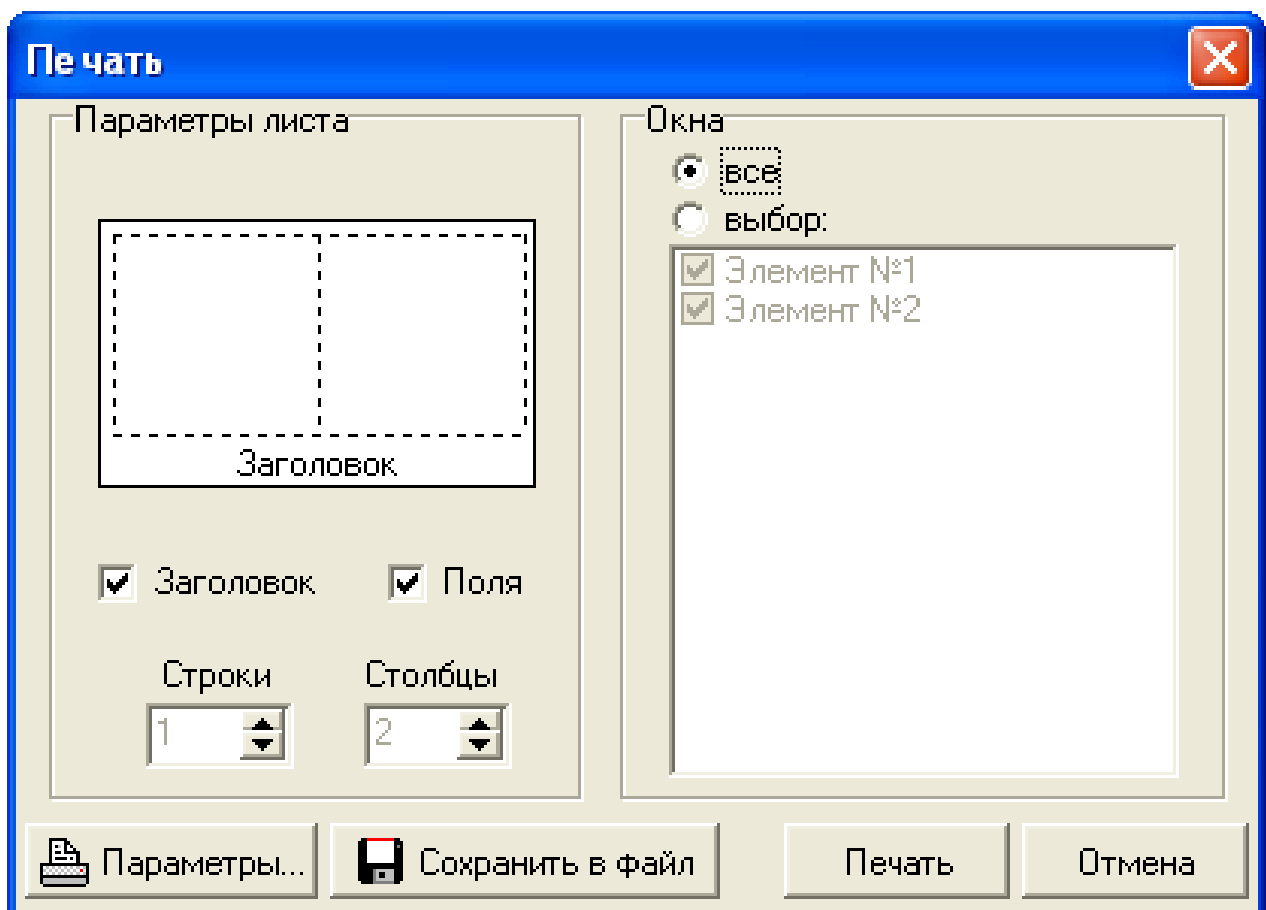

Рис. 22. Окно «**Печать**».
- кнопка «**Печать**» выводит окно «**Печать**» (см. рис. 22). В данном окне производятся настройки печати того сигнала, на панели управления которого была нажата кнопка «**Печать**». Окно «**Печать**» состоит из двух меню: «**Параметры листа**», «**Окна**» и четырех кнопок «**Параметры**», «**Сохранить в файл**», «**Печать**», «**Отмена**».
Меню **«Параметры листа»** отвечает за общий вид распечатанного листа, который предварительно отображается в данном меню (см. рис. 22). При активизации пунктов **«Заголовок»** и **«Поля»** на лист печати будут выведены соответственно информация о номере элемента, с которого была запущена печать и графики с полями. В пунктах **«Строки»**, **«Столбцы»** задается количество строк и столбцов, на которое будет разбит лист печати.
- для печати всех элементов в **«Окне выбора элементов»** необходимо выбрать пункт **«Все»** нажатием левой клавиши мыши. Лист печати автоматически будет разбит на столько строк и столбцов, сколько элементов в данном замере (в данном случае (см. рис. 22) лист печати будет разбит на два столбца, где, в правом столбце распечатается элемент №1, в левом – элемент №2.);